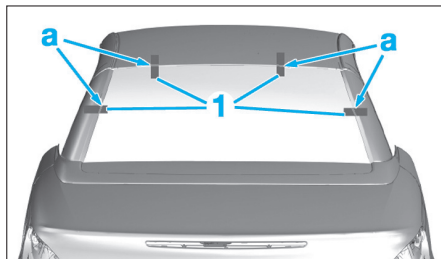

FIG. 45
- Dans le cas de la récupération de la lunette arrière, positionner des rubans adhésifs (1) comme illustré et les couper en "a" (Fig.45).